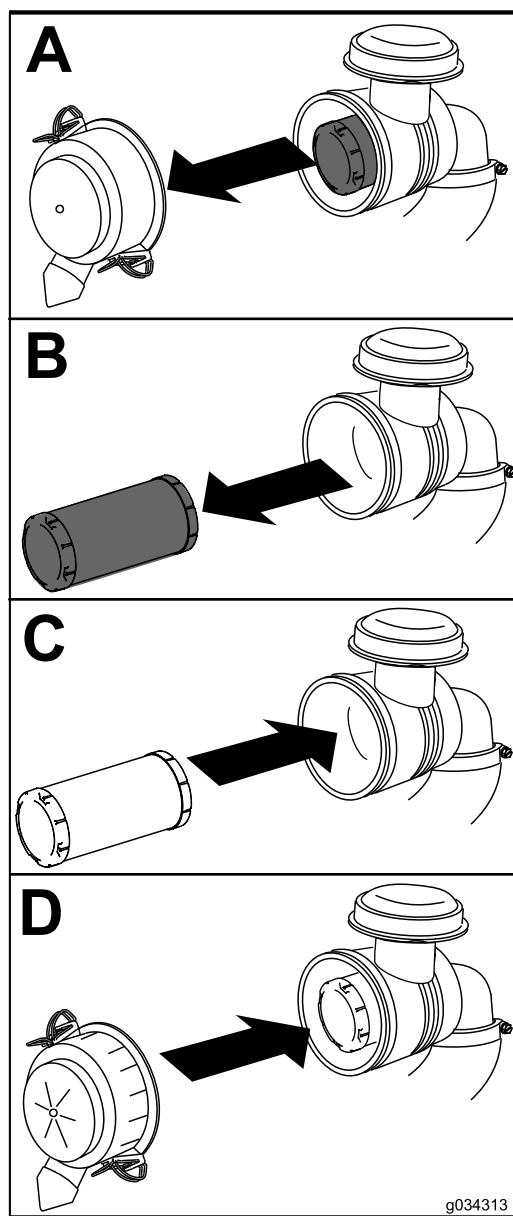

Figura 36
1. Estraeate con cautela l'elemento filtrante dell'aria dal corpo del filtro (Figura 36).
4. Montate il coperchio dell'elemento filtrante con il lato indicato come UPUP rivolto verso l'alto e fissate i dispositivi di chiusura (Figura 36).